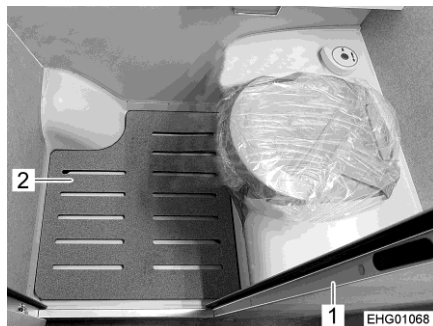

Bild 107 Toaletttrum
- ▷ Stäng lamelldörren (Bild 107,1) under körning. En öppen lamelldörr kan annars orsaka buller.
- Lyft ur täckplattan (Bild 107,2) ur duschen innan du duschar.